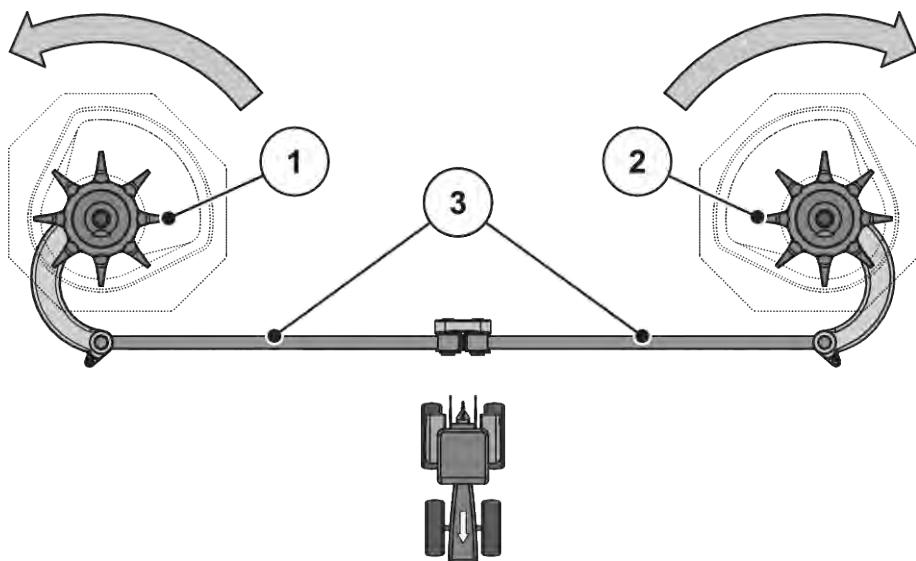

Рис. 60: Перевірка привода мішалки
- Прокрутіть змішувальну головку рукою **в напрямку руху розкиdalьного диска**. Див.. Рис. 60 Перевірка привода мішалки.
- Із силою прокрутіть змішувальну головку рукою або за допомогою ремінного ключа для масляного фільтра **проти напрямку руху розкиdalьного диска**. Див. Рис. 60 Перевірка привода мішалки